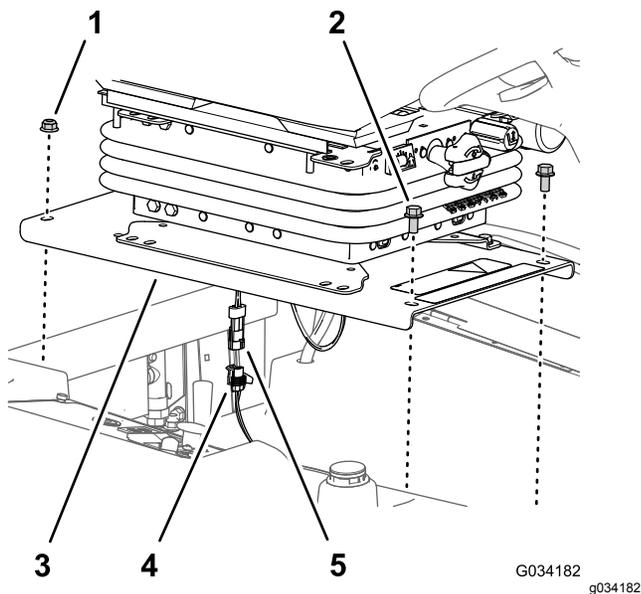

図 35
1. シートプレート前部をシャーシに固定しているフランジヘッドボルト3/8 x 3/4 インチ 2本を取り外す 図 35。
2. シートプレート後部をシャーシに固定しているフランジヘッドボルト3/8 インチ 2本を取り外す 図 35。
4. 着席確認スイッチの2ピンコネクタを、マシン用ハーネスの2ソケットコネクタから外す 図 35。
2. 着席確認スイッチの2ピンコネクタを、マシン用ハーネスの2ソケットコネクタに接続する 図 35を参照。
3. シートプレートの後部の穴 図 35を、ラジエターのチャネル材の2本のキャリッジボルト3/8 x 1 インチに合わせる。
4. シートプレート 図 35をキャリッジボルトに組み付け、ステップ2 運転席とシートプレートを取り外す (ページ 39)で外したフランジロックナット3/16 インチ2個で固定する。
5. シートプレートの前部の穴 図 35参照を、タンクのロッドのねじに合わせる。
6. シートプレート 図 35をロッドに組み付け、ステップ1 運転席とシートプレートを取り外す (ページ 39)で外したフランジロックナット3/8 x 3/4 インチ2個で固定する。